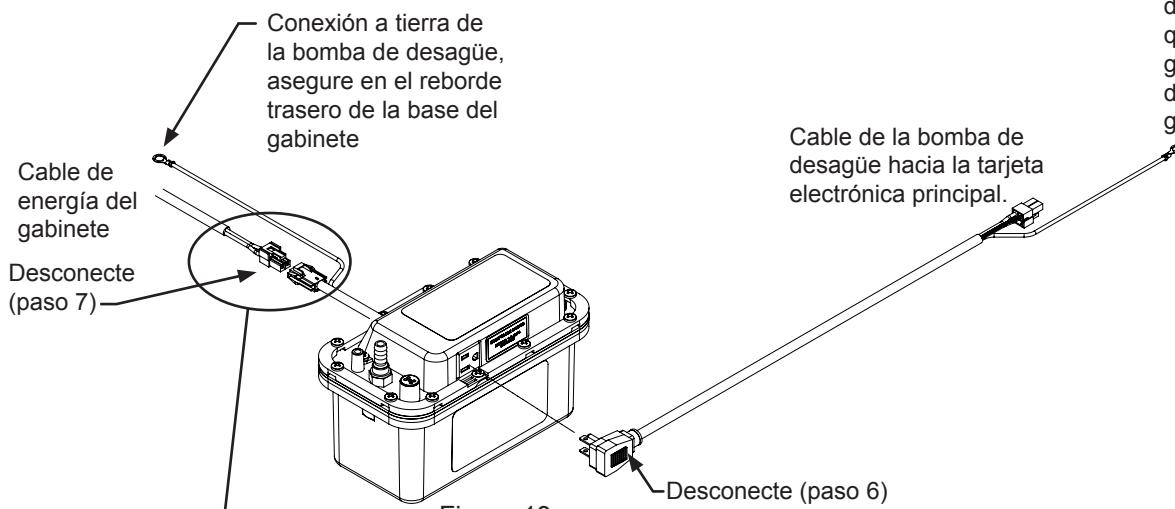

Figura 13
7. Desconecte el enchufe eléctrico del lado de la bomba de desagüe, vea la Figura 13.
8. Desconecte el cable de suministro de energía eléctrica de la bomba de desagüe. (Vea la Figura 13).